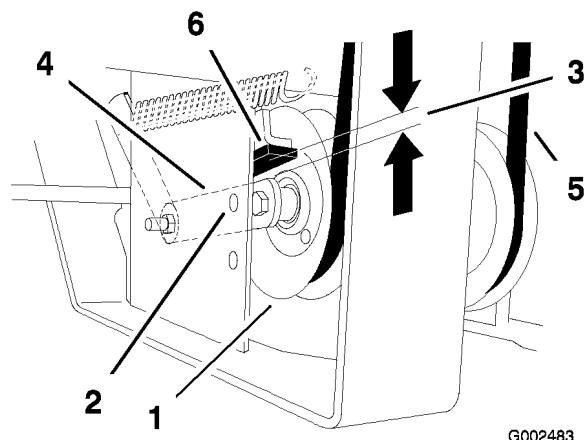

Figura 55
9. Compruebe la distancia entre el tope de caucho y el brazo de la polea tensora tensada con muelle una vez apretada la chapa de la polea tensora. Debe estar a una distancia de 0 a 6 mm (0 a 1/4 pulg.) del tope de caucho (Figura 55).